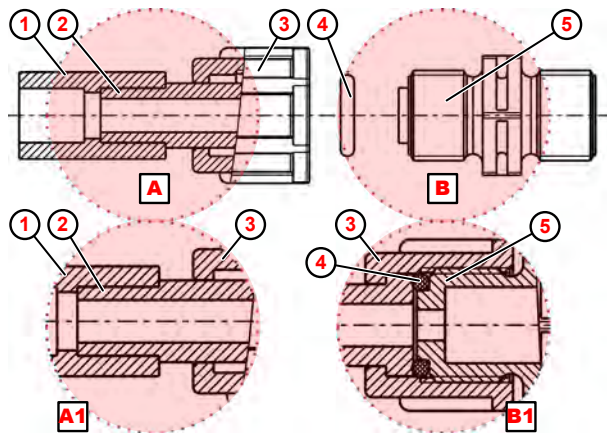

Abb. 20: Rohranschluss mit Aufschweißverbindung
1. ➤ Aufschweißverbindung (Abb. 20 , ①) mit Schlauchanschluss verschweißen.
2. ➤ O-Ring ④ in Nut von Saug-, bzw. Druckventil ⑤ legen.
3. ➤ Überwurfmutter ③ festziehen (Detail **B1**).